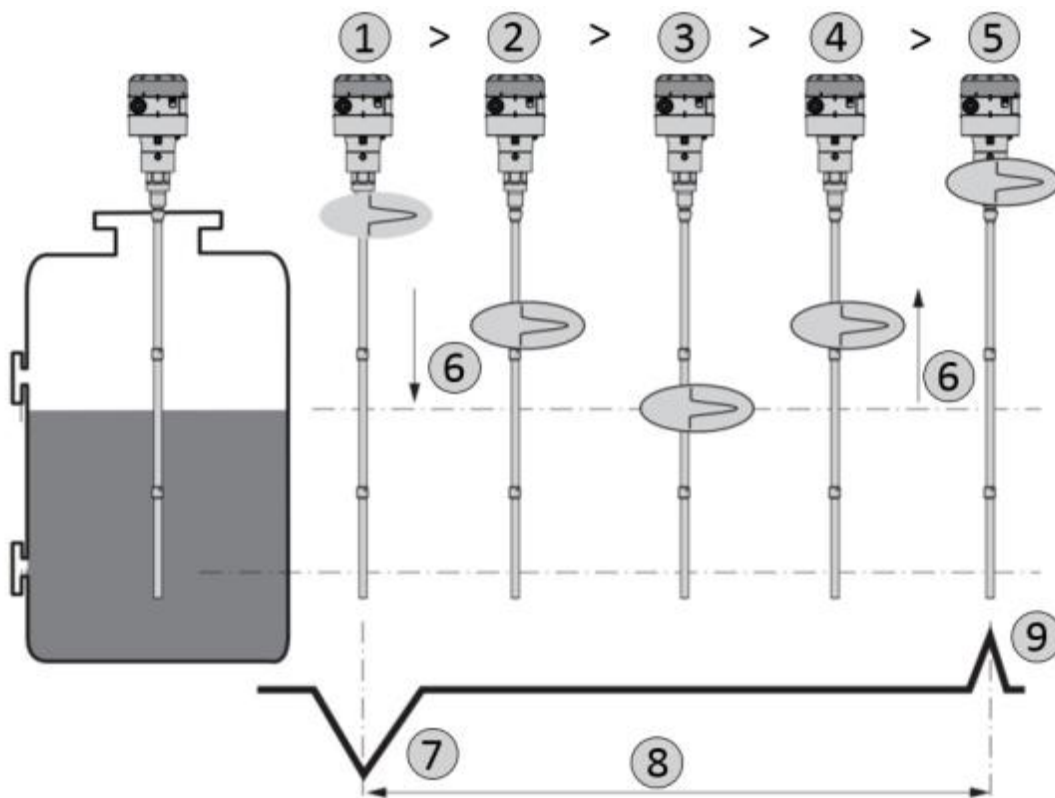

Рис. 3 Принцип действия уровнемера AKS 4100
1. Электромагнитные импульсы (ЕМ) передаются приемо-передающим блоком (см. рис. 3, поз.1).
2. Импульс движется вниз вдоль измерительной части (тросу) со скоростью света в воздухе (V_1) (см. рис. 3, поз.2).
3. Импульс отражается от поверхности жидкости (см. рис. 3, поз. 3.).
4. Импульс движется вверх вдоль измерительной части со скоростью света в воздухе (V_1) (см. рис. 3, поз. 4).
5. Приемо-передающий блок получает импульс и записывает сигнал (см. рис. 3, поз. 5).
6. Электромагнитный импульс (ЕМ) движется со скоростью V_1 (см. рис. 3, поз. 6).
7. Переданный электромагнитный импульс (ЕМ) (см. рис. 3, поз. 7).
8. Половина этого времени эквивалентно расстоянию от точки отсчёта уровнемера (поверхность фланца) до уровня раздела сред (см. рис. 3, поз. 8).
9. Полученный электромагнитный импульс (см. рис. 3, поз. 9).